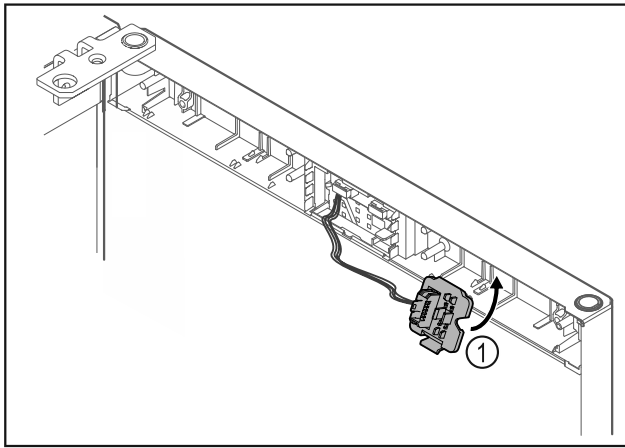

Fig. 16
- ▶ Steckerhalterung Fig. 16 (1) auf Gegenseite einrasten.